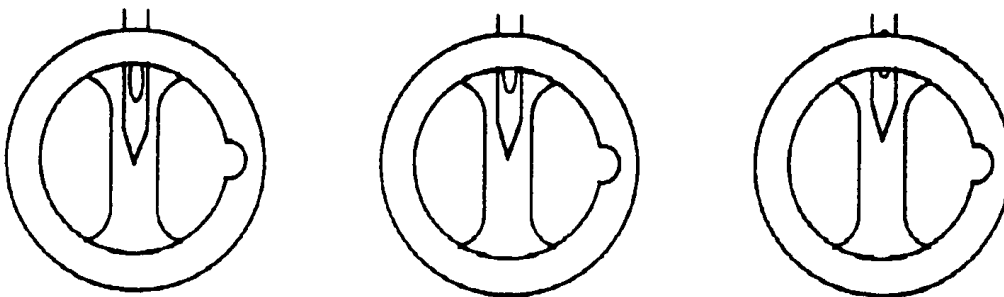

Abbildung 4-16
9. Schauen Sie direkt in den Umlaufgreifer, kontrollieren Sie die Stellung des Nadelöhrs und vergleichen dies mit Abb. 4-16.